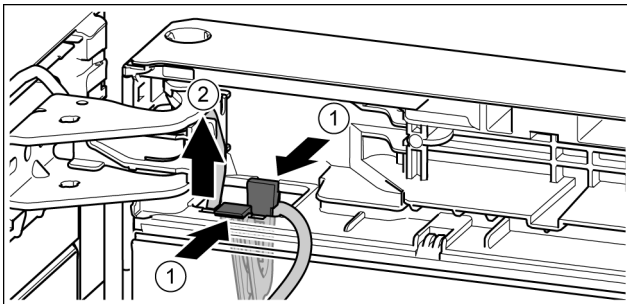

Fig. 20
- Lasche drücken. Fig. 20 (1)
- Kabelhalter mit daran befestigtem Kabel herausziehen. Fig. 20 (2)